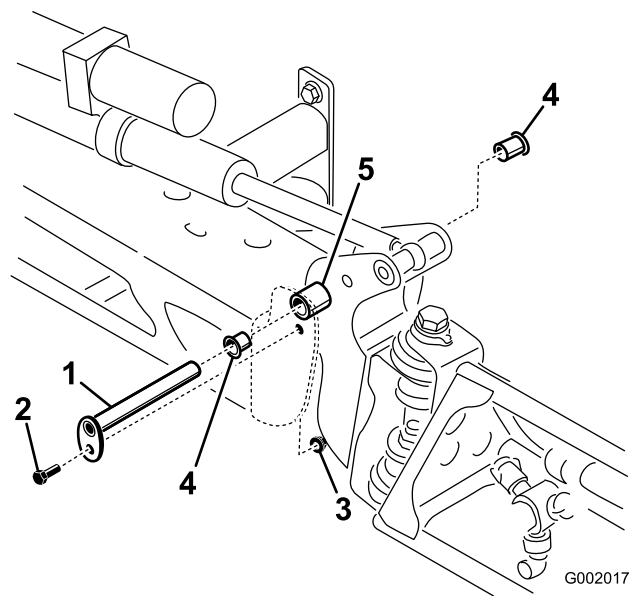

図 72
3. ブームを支えておきながら、ピボット・ピンをブーム・アセンブリに固定しているボルトとナットを取り外す(図 72)。ピボット・ピンを取り外す。
5. ナイロン・ブッシュを取り外し、ピボット・ブラケットの前面および後面側から見て点検する(図 72)。磨耗したり破損したりしている場合は交換する。
7. センター・フレームにブーム&ピボット・ブラケット・アセンブリを取り付け、開口部を整列させる(図 72)。